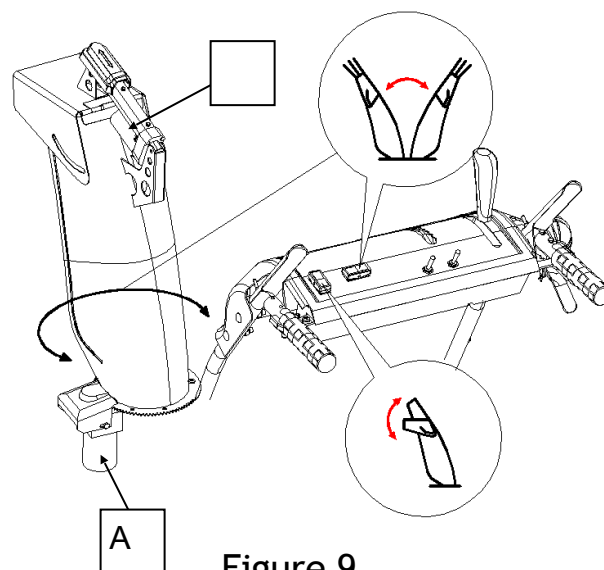

Figure 9
1. Maintenez le commutateur de rotation de la goulotte en position haute et maintenez-le enfoncé pour faire pivoter la goulotte vers la gauche (voir A, figure 9).
1. Appuyez sur le commutateur de défecteur de goulotte en position haute et maintenez-le enfoncé pour obtenir un flux plus élevé et une plus grande distance (voir B, Figure 9).